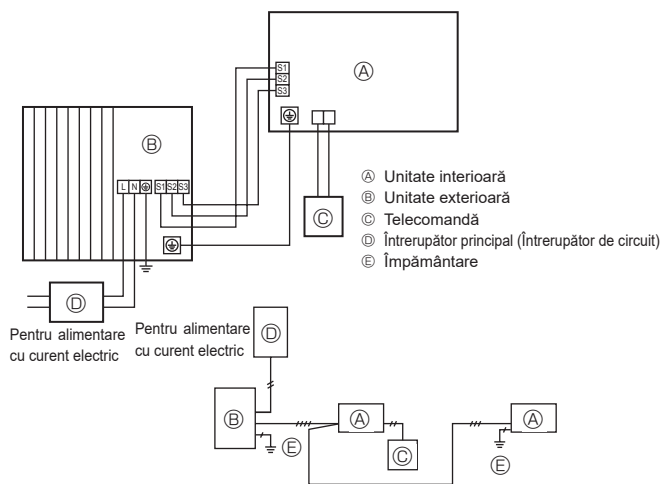
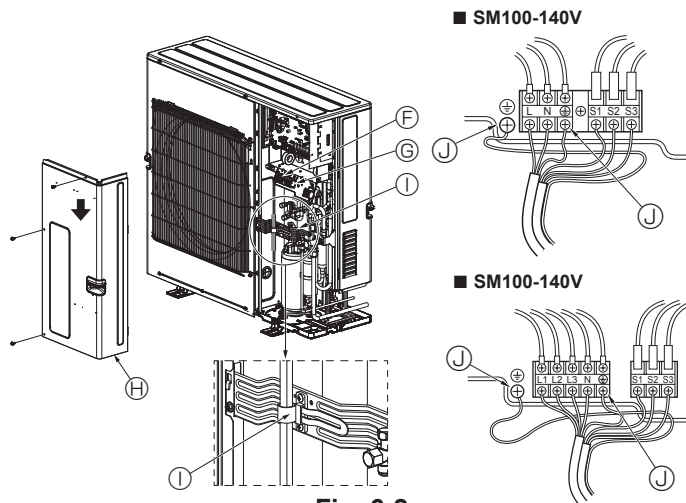

Fig. 6-1
Fig. 6-2
### 6.1. Unitatea exterioră (Fig. 6-1, Fig. 6-2)
- ① Demontați panoul de întreținere.
- ② Conectați cablurile respectând instrucțiunile din Fig. 6-1 și Fig. 6-2.